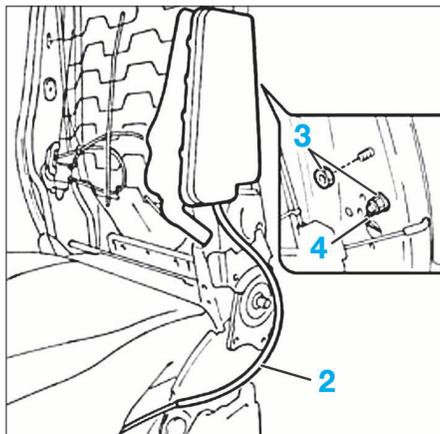

FIG. 13
- Détacher le faisceau (2) (Fig.13).
- Déposer l'écrou de fixation (3).
- Débrancher le fil de masse (4)